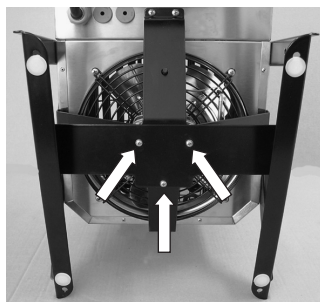

Rys. 2
2. Odkręć następnie śruby na konsoli na ścianie dmuchawy, patrz rys.2.